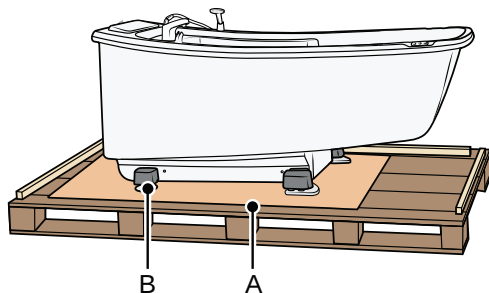

Figure 14
1. Retirez les barres latérales (A) du côté où se trouve le pied pivot (B) et où la baignoire doit être glissée hors de la palette. Voir Figure 14.